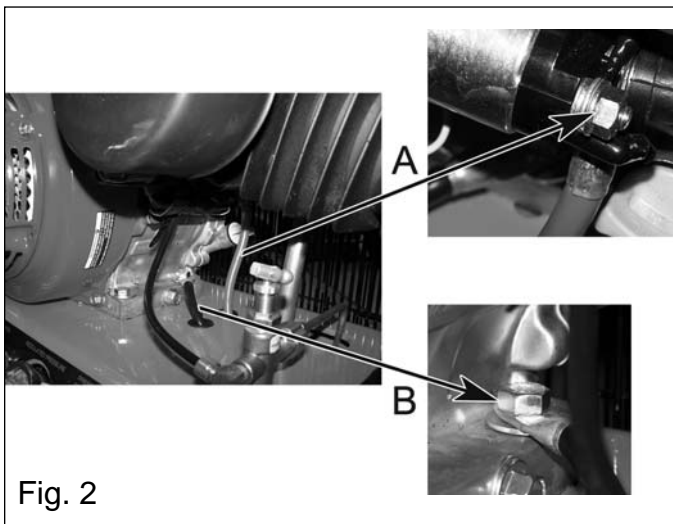
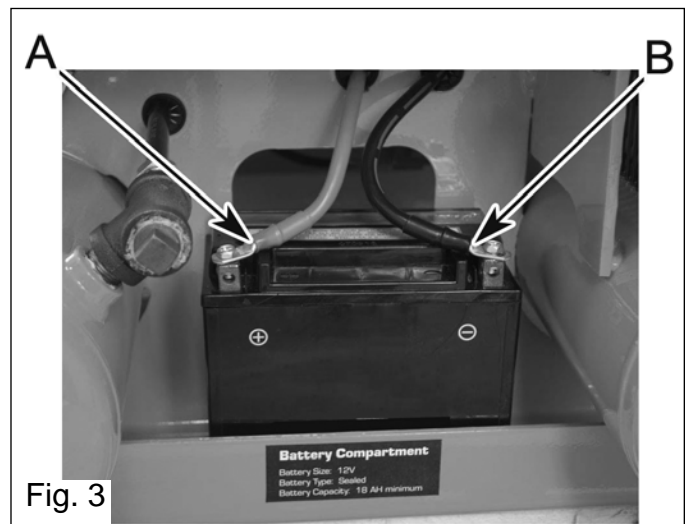

Fig. 2
Fig. 3
5. Connect the battery positive (+) cable (A) to the battery positive terminal (Fig. 3).
6. Connect the battery negative (-) cable (B) to the battery negative terminal (Fig. 3).
5. Connecter le câble (A) positif (+) de la batterie à la borne positive (+) de la batterie (Fig 3).
6. Connecter le câble négatif (-) de la batterie à la borne négative (-) de la batterie (Fig 3).
1. Conecte el cable positivo (+) de la batería (A) al terminal solenoide del arrancador (Fig. 2).
2. Conecte el cable negativo (-) de la batería (B) al perno que se muestra en la siguiente ilustración (Fig. 2).
5. Conecte el cable positivo (+) de la batería (A) al terminal positivo (+) de la batería.
6. Conecte el cable negativo (-) de la batería al terminal negativo (-) de la batería (Fig. 3).